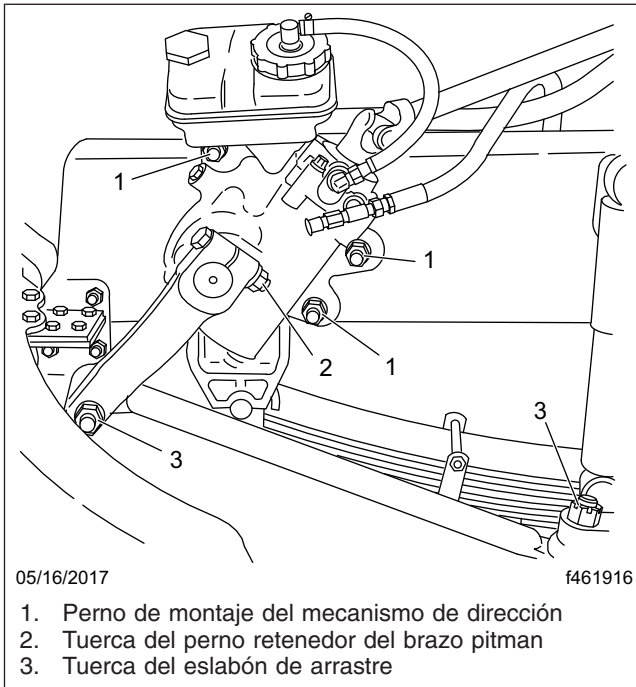

Figura 11.15, Sujetadores del mecanismo de dirección
5. Inspeccione los componentes de la dirección. Vea la **Figura 11.15**.